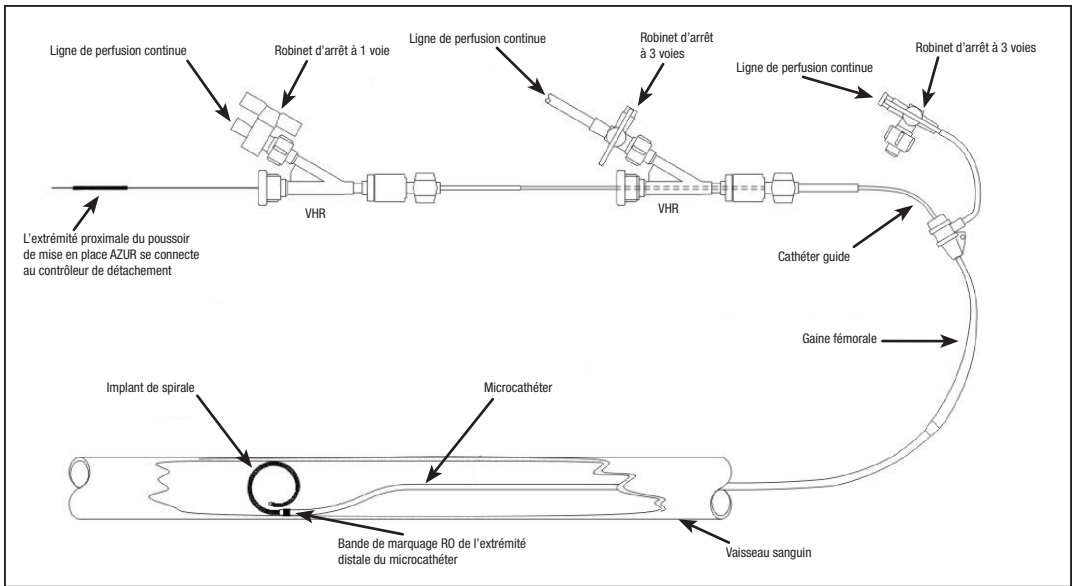

Figure 1 - Schéma de la configuration du système AZUR
- **NE PAS** utiliser avec des appareils à radiofréquence (RF).
1. Consulter la Figure 1 pour le schéma de la configuration.
5. En utilisant des procédures d'intervention standard, accéder au vaisseau avec un cathéter guide. Le cathéter guide doit avoir un diamètre intérieur (DI) suffisamment grand pour permettre l'injection de produit de contraste lorsque le microcathéter est en place. Ceci permet d'effectuer la cartographie artérielle sous fluoroscopie durant l'intervention.